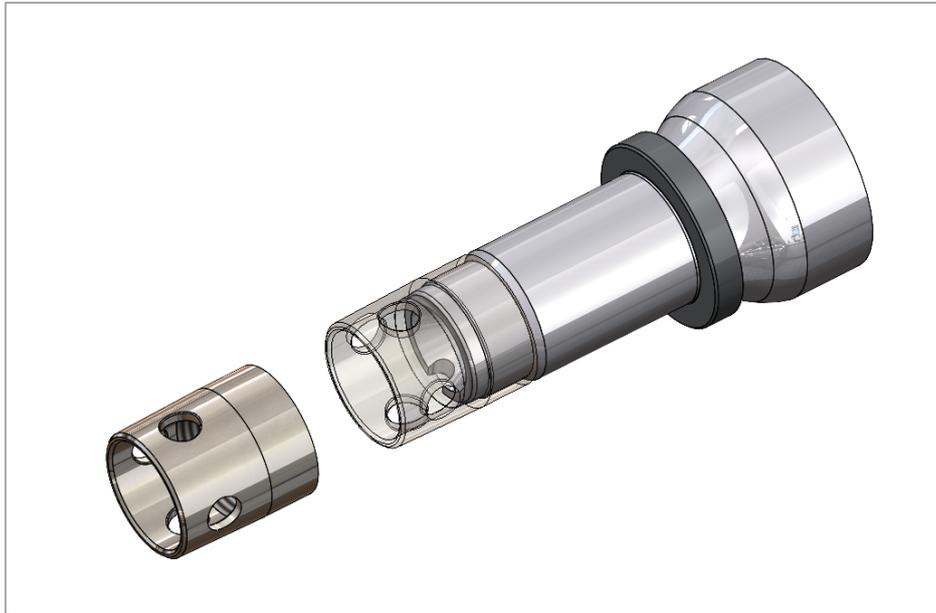

Рис. 6. Установка муфты защиты на резьбу цапфы
1) Установите муфту защиты на резьбу цапфы (рис. 6)